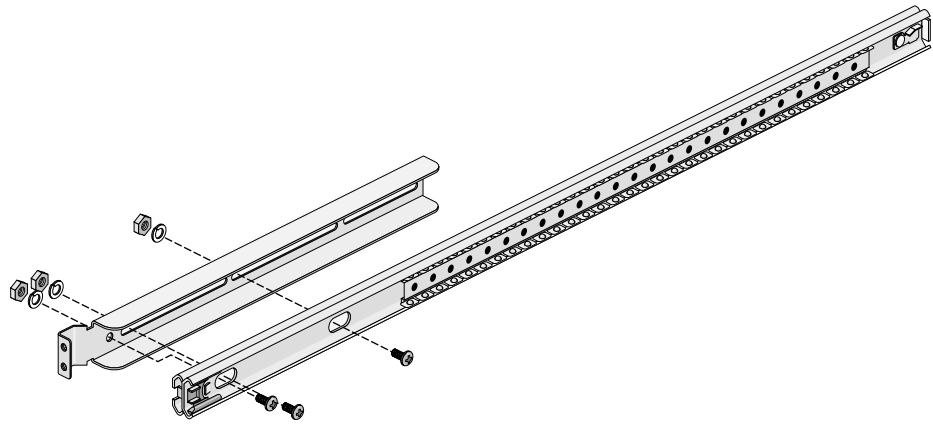

图 2-3 将前安装槽附在滑槽上
4. 将M4xL8螺丝（参见表2-2）插入滑槽前端的圆孔，然后穿过安装槽上的圆孔（如图2-3所示）。要穿过前面的孔，需将滑槽稍微前推。
6. 将滑槽推回一点，再将两个M4xL8螺丝穿过滑槽上的两个长孔，然后穿过安装槽上的两个狭槽（如图2-3所示）。